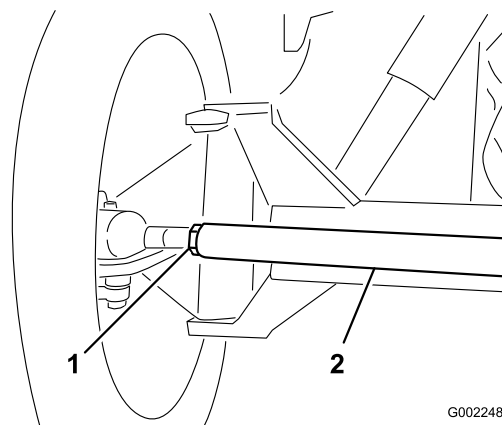

Figure 85
- Si les mesures sont hors spécifications, desserrez les écrous de blocage aux deux extrémités de la biellette (Figure 85).